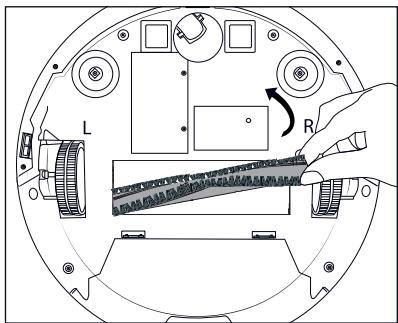

Fig. 15
- ♦ Agarre el rodillo de cepillos ⑯ por el lado derecho y retírelo del aparato (consulte la fig. 15). Elimine los pelos y la suciedad con el cepillo de limpieza ⑩.